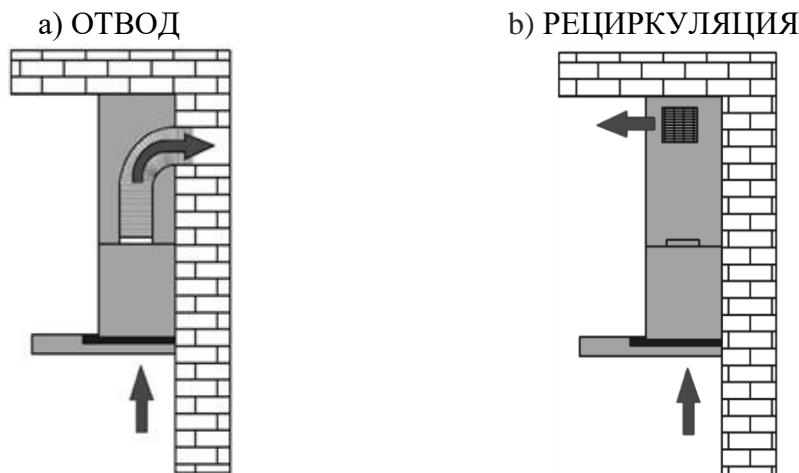

Рис. 6
- 1)Отвода (рис. 6а) – воздух удаляется из помещения через соединение вытяжки с вентиляционным каналом жестким пластиковым воздуховодом или гофрированным шлангом диаметром 100 мм с применением соответствующего переходника, который входит в комплект вытяжки. И, таким образом, все кухонные испарения, запахи, гарь и копоть, проходя через многоразовые алюминиевые жироулавливающие фильтры, выводятся за пределы помещения. При данном режиме работы нет необходимости устанавливать угольные фильтры. Режим отвода является наиболее эффективным, поскольку вытяжка удаляет все кухонные испарения за пределы кухни в вентиляционную шахту.
2)Рециркуляции (рис. 6б) – внутренняя циркуляция воздуха через угольные фильтры (рис. 5). Вытяжка в данном случае не подключается к вентиляционной шахте и, таким образом, воздух просто прогоняется через вытяжку внутри кухни.